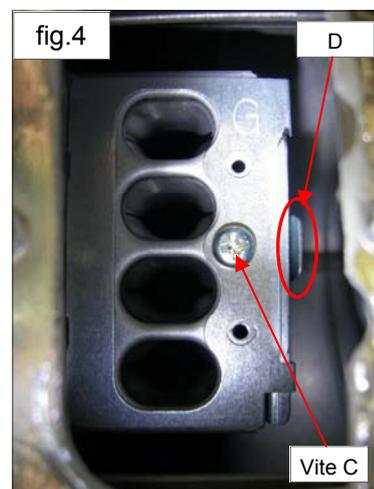

fig.4
6. Rimuovere la vite di bloccaggio del damper aria (fig. 4 - Vite C) e sostituire il damper (fig. 4 - D).